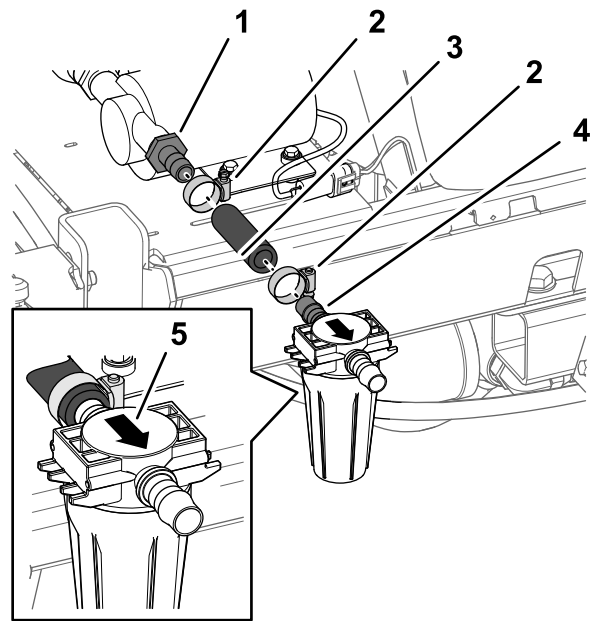
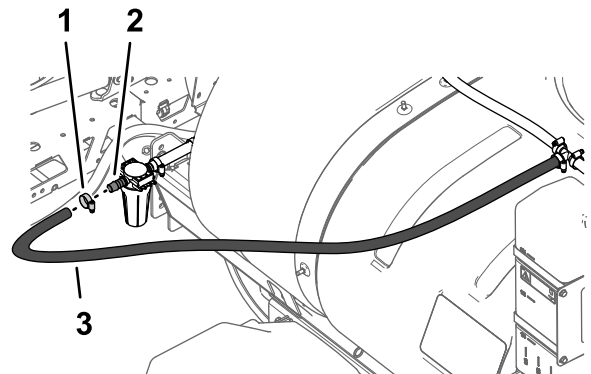

図 29
図 30
レートフィッティング車両外方側に組み付け、クランプを手締めする 図 29。
- フィルタヘッドフィルタアセンブリのイリゲーション土のバーブ付きストレートフィッティングにホース17.8cmを接続し、ホースクランプで固定する 図 29。
- ホース1.9cm x 180cmの接続されていない端部を、フィルタヘッドの出口のバーブ付きストレートフィッティングに取り付けてクランプで固定する 図 30。
5. フィルタヘッドの位置調整を行うフィルタアセンブリのボウルが垂直になるようにしてホースクランプ2個を手締めする 図 29と図 30。